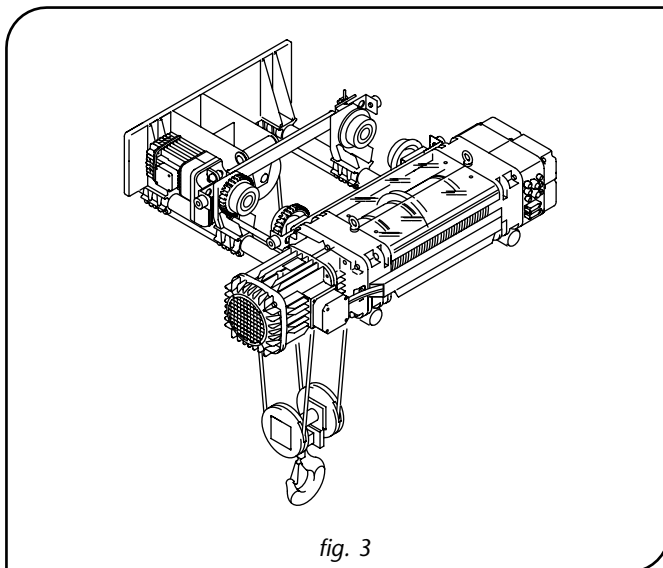

fig. 3
- **Avec chariot monorail à commande électrique, type DST/R:** (figure 3)